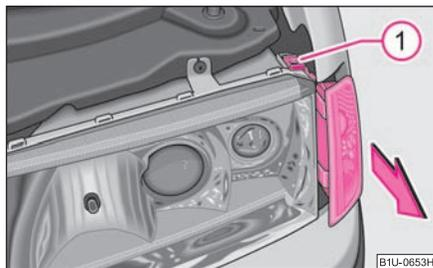

Fig. 184 Dépose de l'ampoule du clignotant avant
- Poussez l'ampoule dans le sens de la flèche pour la sortir ⇒ fig. 184.